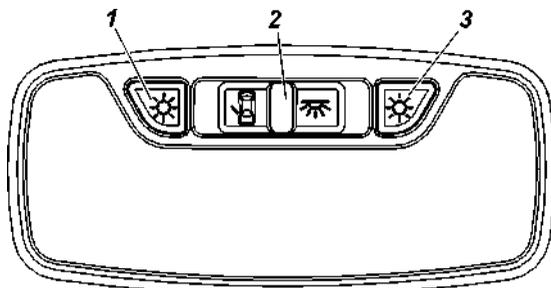

Рис. 3.29. Блок освещения салона:
**Блок штурманских ламп** включает в себя секции индивидуального освещения водителя и переднего пассажира. Левая и правая секции индивидуального освещения, включаются нажатием выключателей, 1 или 3 (рис. 3.29) соответственно.